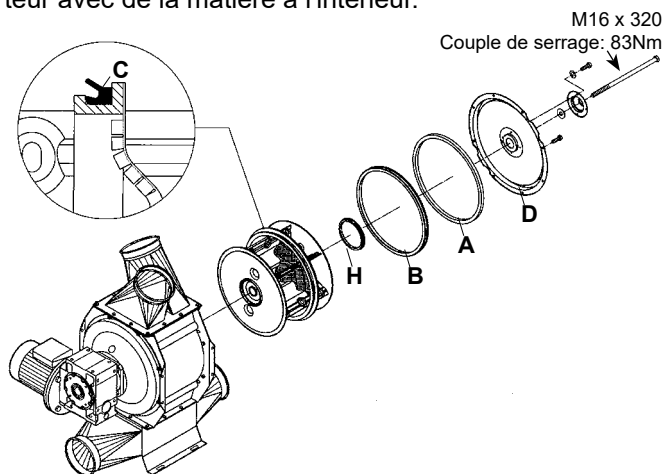

Fig. 5
Un joint d'étanchéité est fixé au milieu du rotor –voir figure 5- évitant ainsi l'aspiration de la matière à l'intérieur du ventilateur.
Veillez noter: De par le design du joint torique, (C) qui doit être monté au milieu du rotor (figure 5) le moyen le plus aisé pour monter le rotor est de le faire du côté du moto-réducteur. Il est donc recommandé de démonter le moto-réducteur et les flasques pour monter le rotor du bon côté.